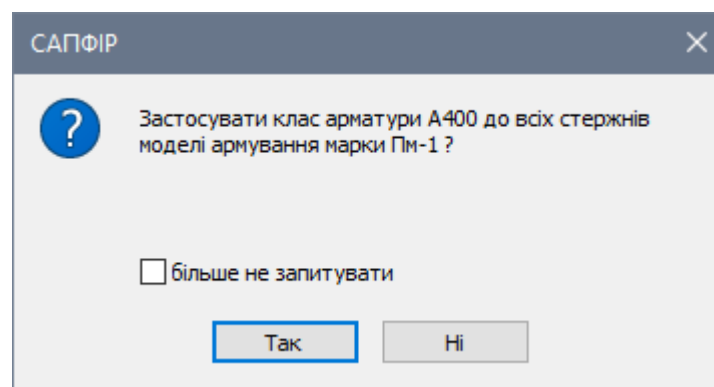

Рис. 23.46. Діалогове вікно САПФІР
- У діалоговому вікні **САПФІР** (рис. 23.46) натисніть кнопку **Так**.